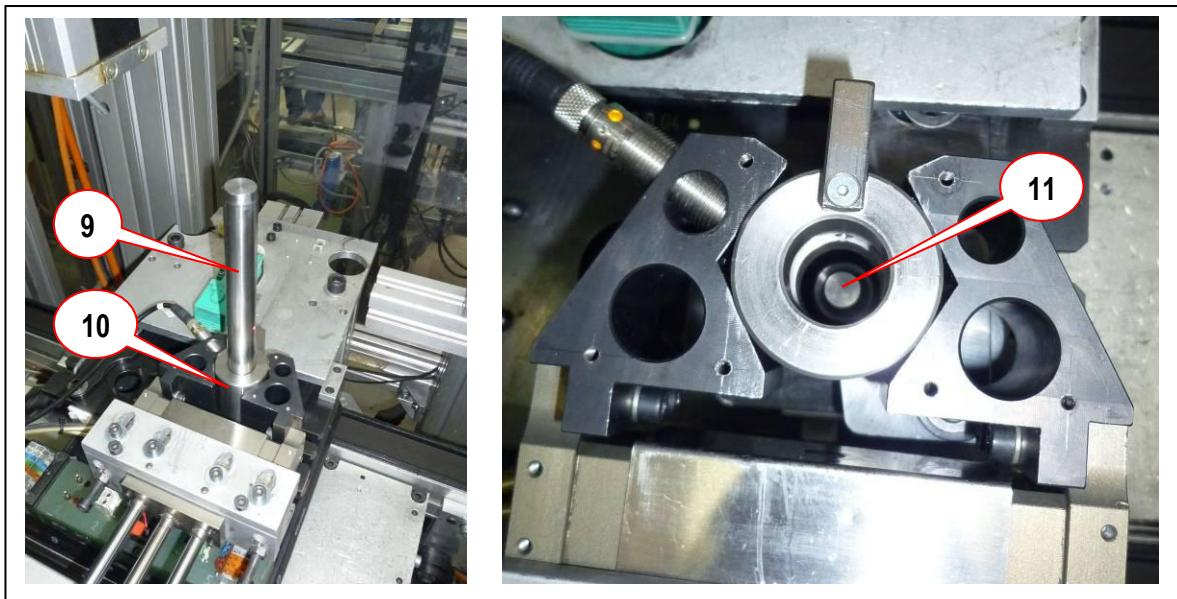

Bild 4
- Jetzt muss mit dem Lehrdorn (9) die Ausrichtung (Flucht) der Ausrichtbuchse (10) zum Gegenlager (11) geprüft werden (**Bild 4**).